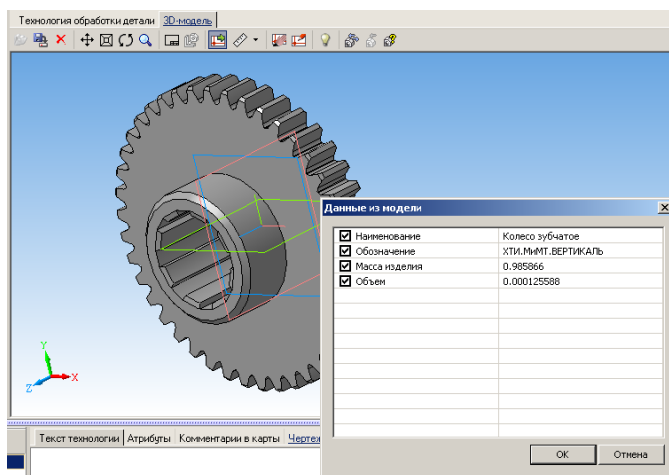

Рис.5
6. Нажмите кнопку *Получить данные с модели*. Поставьте галочку в ячейке **Атрибуты детали** и нажмите **ОК** (рис. 5). Если какой-либо атрибут не нужен, достаточно снять галочку в соответствующей ячейке.